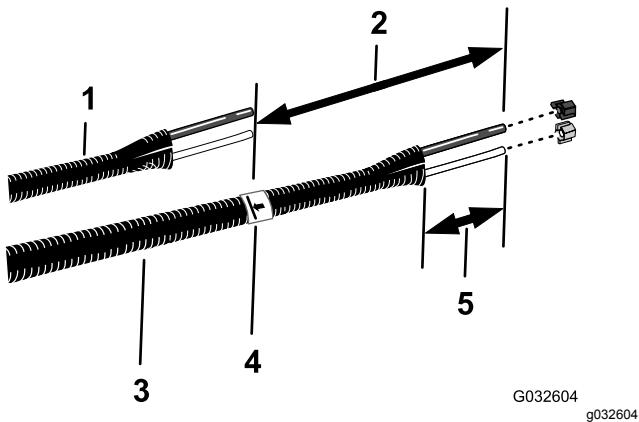

图22
6. 将旧的液体管子和空气管子图22与新的管总成Toro 零件号 114-9553对齐。
8. 在新管总成上从您在步骤 7 中所做的标记处添加 26cm 长度在管总成上做上标记然后在第二个更长的标记处将管子截断图22。
10. 从管总成的两端去除 77102mm 的外壳图22。